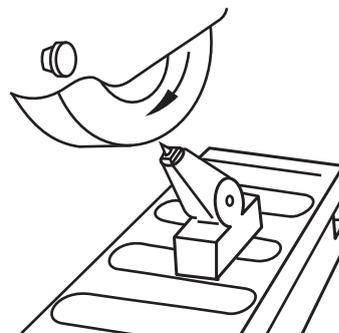

Fig. 4
- a) Coloque la punta del diamante en el centro de la piedra.(Fig. 4)